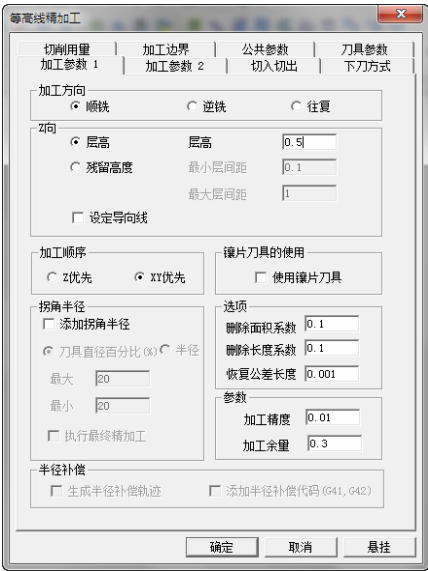

图 8-172 “加工参数 1”选项卡
1) 选择下拉菜单“加工”→“精加工”→“等高线精加工”或单击“等高线精加工”按钮,弹出“等高线精加工”对话框。单击“加工参数 1”选项卡,设置“加工方向”为“顺铣”,“Z 向”为“层高”,“加工顺序”为“XY 优先”,其他参数如图 8-172 所示。